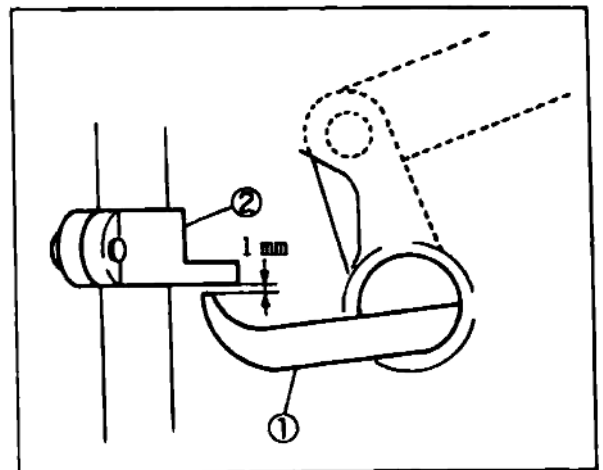

Fig. 12 图12
(1) Remova os bujões de vedação (3) (4) para verificar a folga.
(2) Afrouxe os parafusos (5) do elo da alavanca do elevador do calcador (longo) Fig. 12
(3) Mova o elo da alavanca do elevador do calcador (curto) (6) para a direita ou esquerda para ajustar a folga.